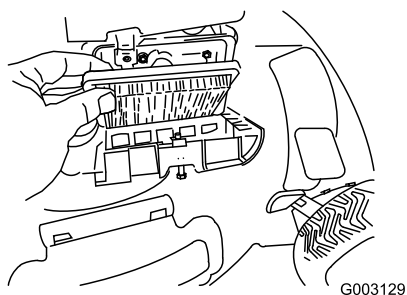

Figure 35
4. Remettez le couvercle en place (Figure 35).